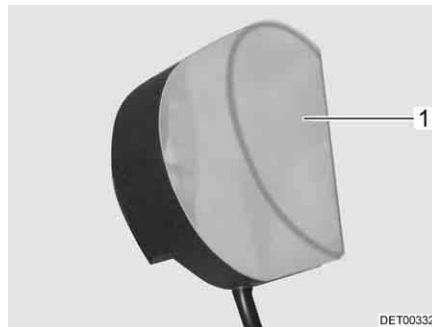

Fig. 179 Luci armadi guardaroba
- Comprimere leggermente e rimuovere la copertura della lampada (Fig. 179,1).